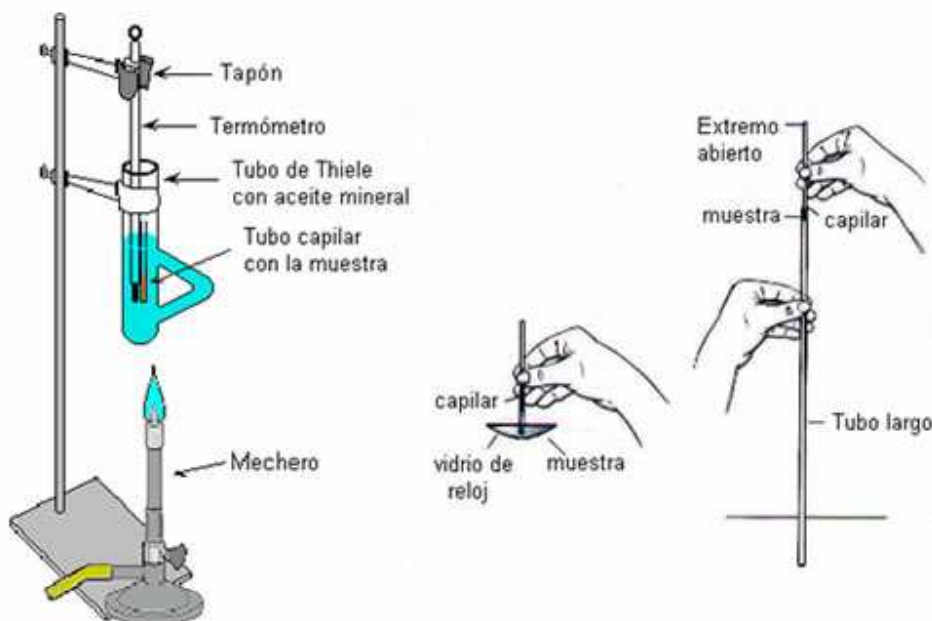

Figura 2. Montaje punto de fusión
4. Adicione la glicerina o el aceite mineral al tubo thiele y arme un montaje similar al que se muestra en la figura 2.
5. Sumergir en un baño de aceite (tubo thiele o pyrex) cuidando que el aceite no ingrese en el capilar (ver figura 2)